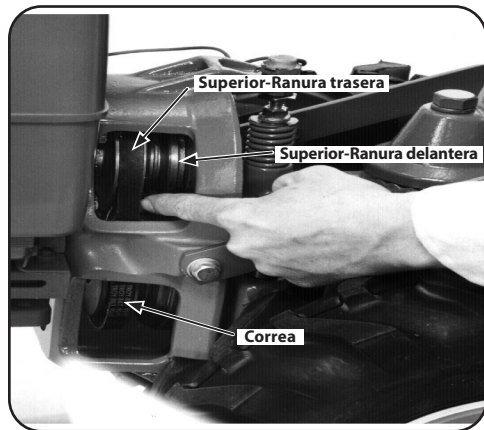

Figura 4-9
5. Trabajando desde el lado izquierdo de la cultivadora, pase la correa tanto como sea posible a la ranura de la polea delantera superior del motor. Consulte la Figura 4-9.